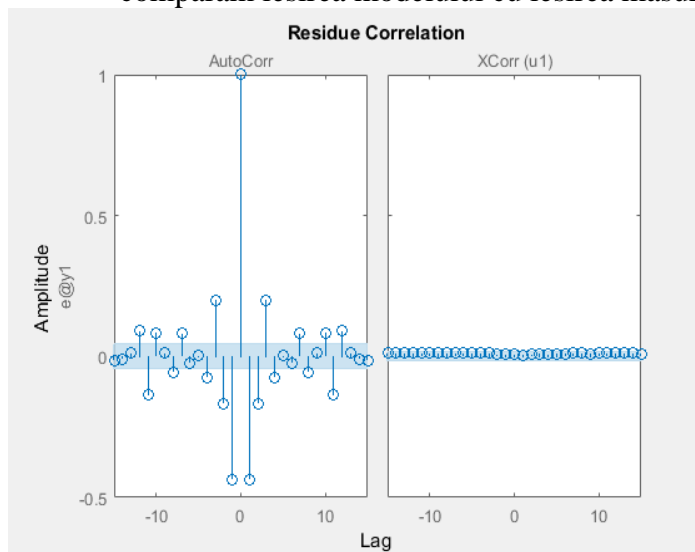

Figura 10
- validam modelul: resid(m\_y\_iv4,d\_vd\_y); ( Figura 10)